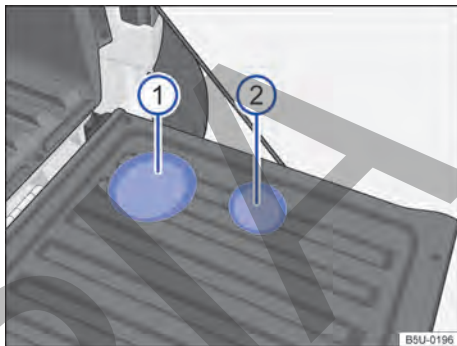

Fig. 109 En el revestimiento de la puerta del compartimento de carga: ① portabotellas y ② portavasos.
Para utilizar los portabotellas → fig. 109 ① y los portabebidas ② abra la tapa del compartimento de carga.